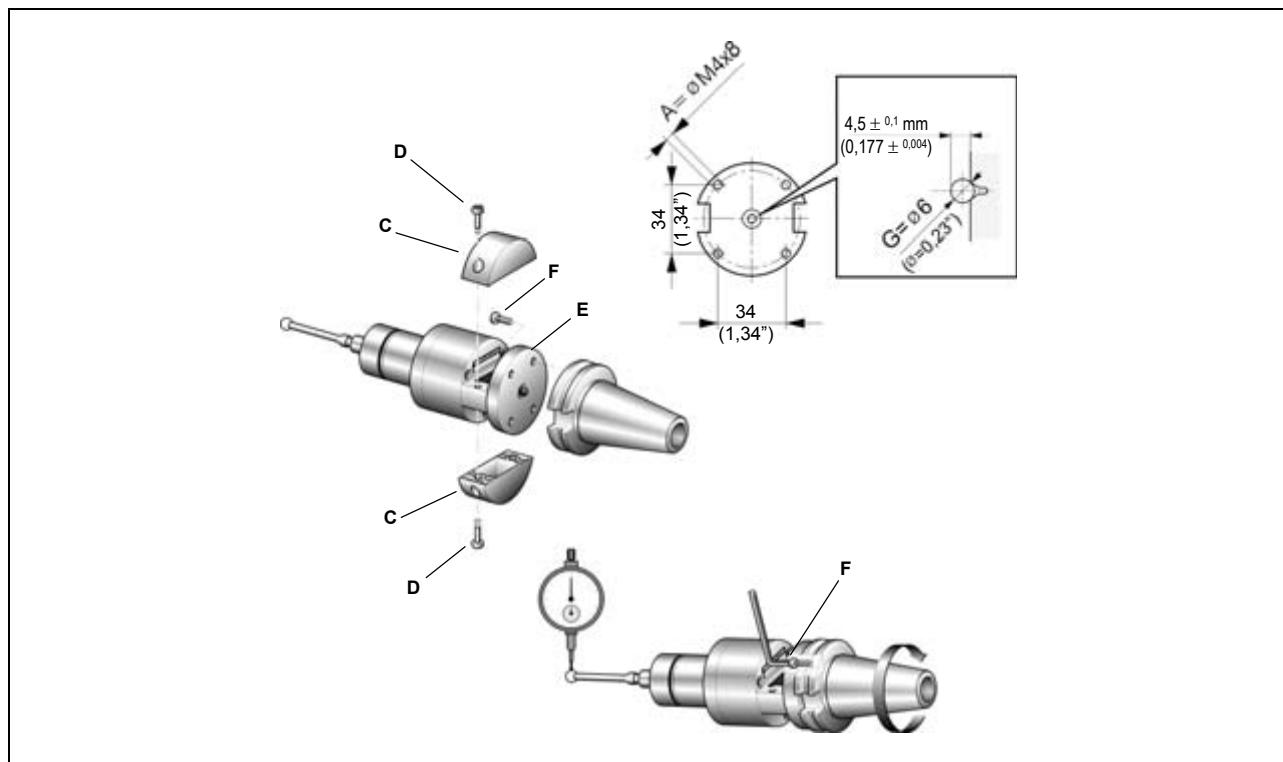

Figure 12-1
- Déposez les couvercles de la pile (C) de l'émetteur - vis (D) – pour accéder aux quatre orifices (E) sur la flasque. La fixation à la flasque standard peut avoir lieu de deux façons différentes :
- Pratiquez sur le cône quatre orifices filetés M4x8 (A) et un fraisage central (B) comme l'indique la Figure 12-1.
- Introduisez, entre l'émetteur et le cône, la sphère(G) ø 6 mm fournie dans le kit.
- Fixez l'émetteur au cône avec les quatre vis (F).